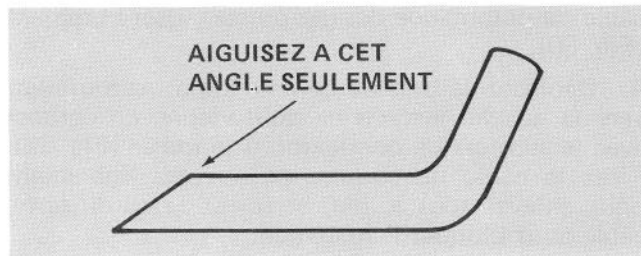

Figure 28
4. A l'aide d'une lime, aiguissez le taillant aux deux extrémités de la lame (Fig. 28).
AVIS IMPORTANT: Aiguissez le côté supérieur de la lame et maintenez l'angle de coupe d'origine pour assurer un taillant bien tranchant (Fig. 28). La lame restera équilibrée si vous enlevez la même quantité de métal aux deux extrémités de la lame.